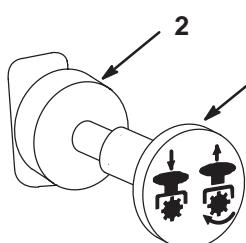

Bild 10
- Schieben Sie den Zapfwellenantriebsschalter auf „Aus“ (Bild 10).